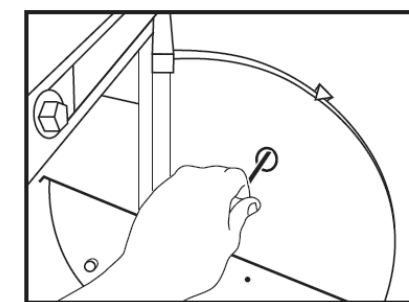

Fig. 2
4. Vérifier le pointeur de l'indicateur d'angle (3). S'il pointe sur zéro ou sur le réglage désiré, l'étalonnage est terminé. Si ce n'est pas le cas, passer à l'étape 5.
5. Ajuster le pointeur de l'indicateur d'angle (3) en desserrant la vis hexagonale située au bas de l'indicateur (3), sur le côté arrière du sabot de cintrage, au moyen d'une clé Allen de 3/16 po (Fig. 2).